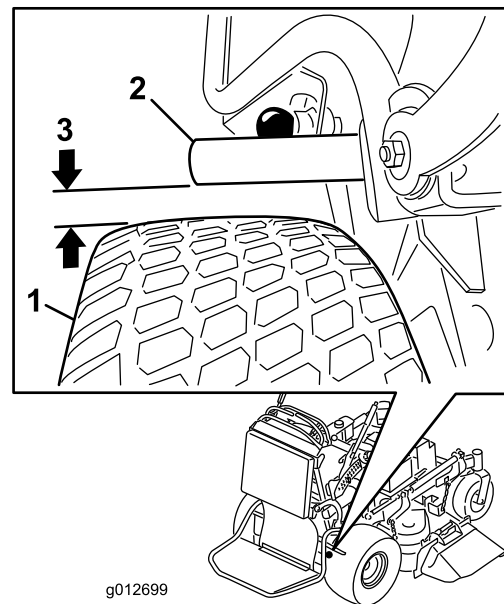

Figura 63
4. Com o travão libertado, meça a distância entre a barra do travão e o pneu. A distância tem de ser entre 5 e 8 mm (Figura 63). Consulte Ajuste do travão de mão quando for necessário ajustar.
5. Rode a culatra. A distância entre a barra do travão e o pneu tem de ser entre 5 e 8 mm. Para apertar o travão, rode a culatra para cima. Para soltar o travão, rode a culatra para baixo (Figura 63).